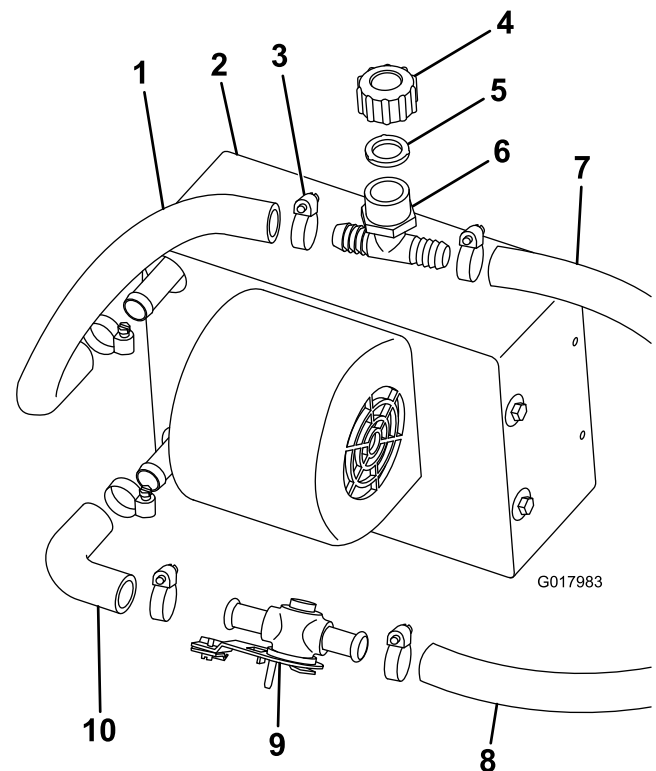

Figure 2
1. Fixez légèrement le flexible coudé au raccord inférieur du chauffage avec un collier (Figure 2).
2. Raccordez la vanne de chauffage au flexible coudé avec un collier (Figure 2).
3. Coupez un morceau de 30 cm du flexible de 5/8 pouce et fixez-le au raccord supérieur du chauffage avec un collier (Figure 2).
4. Fixez le raccord en T blanc, un joint et le bouchon au flexible supérieur du chauffage avec un collier (Figure 2).